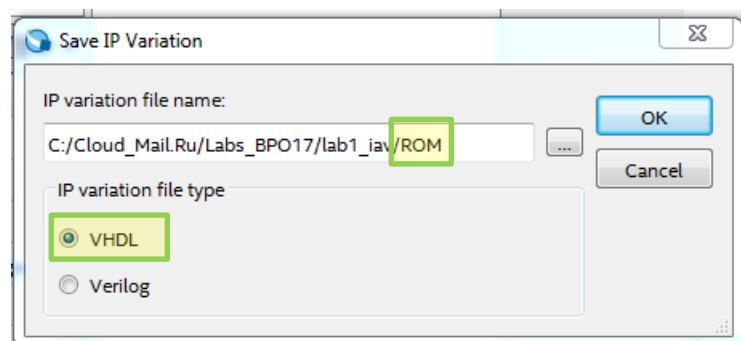

Рис. 9 Окно создания экземпляра выбранного компонента
3.2. В появившемся окне настройки задайте имя экземпляра выбранного компонента (ROM) и укажите язык описания аппаратуры (VHDL), в коде которого он будет храниться в проекте (рис.9). Выполните «**OK**».